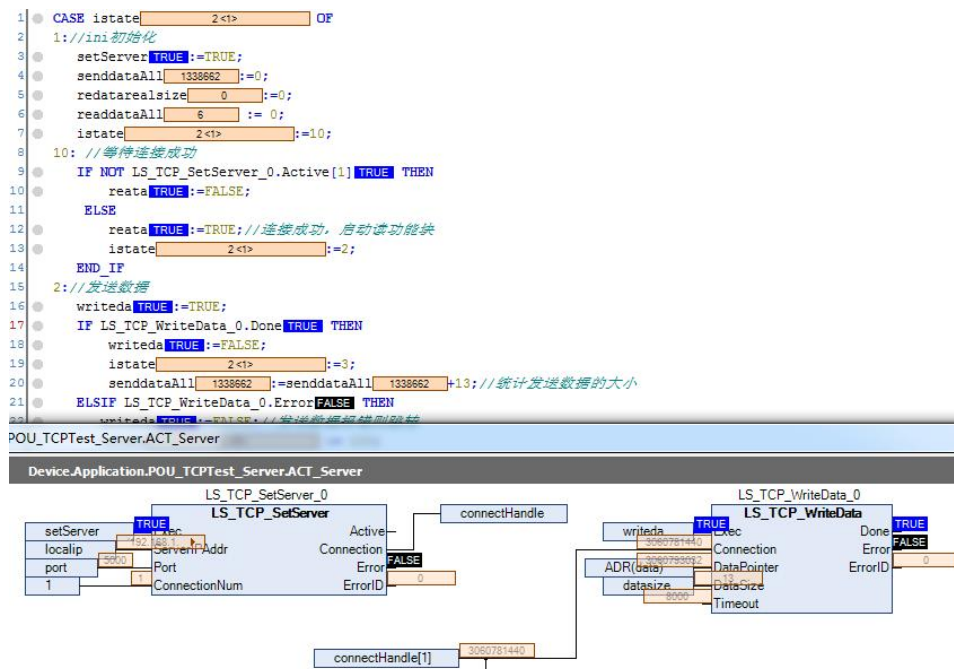

图4.67 设置服务器连接模式
4) 完成控制器程序编程，编译OK后连接控制器，将程序下载到控制器中，点击运行按钮或者按F5，运行程序，并将istate的值强制为1启动设置服务器连接模式，如图4.67所示；